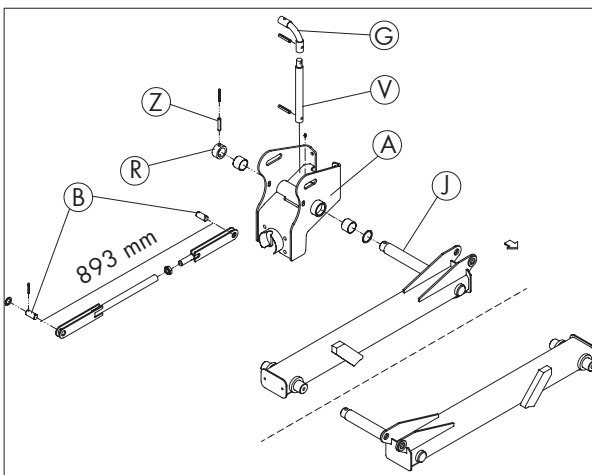

Bild 3-8
Kurbelverlängerung (V) und Gummigelenk (G) mit Spannstift (S) an Kreiselgetriebe befestigen (Bild 3-8). Verwenden Sie hierfür den Inhalt des Beutels J.
Lagergehäuse durch vier Schrauben M16 (C) und Distanzstück (D) mit Kreiselmachine verbinden (Bild 3-8). Verwenden Sie hierfür den Inhalt des Beutels J.
Lagergehäuse (A) auf Lagerbolzen (J) aufschieben und mit Ring (R) und Spannstift (Z) sichern (Bild 3-8).
Steuerstange am Hauptrahmen im Loch oberhalb des Alulagers und am Lagergehäuse mit Bolzen (B) verbinden und durch Splinte sichern (Bild 3-8 und 3-9). Verwenden Sie hierfür den Inhalt des Beutels K.